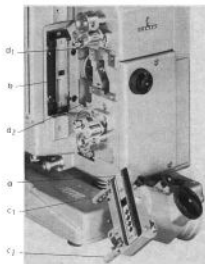

Bild 18
Gereinigt werden der am Objektivträger befestigte Teil a (Bild 18) des Filmkanals und das gegenüberliegende federnde Bildfenster b. Zur Reinigung dieser Teile wird der Objektivträger abgenommen. (Siehe Seite 19, Ausbau und Einbau des Objektivträgers.)
1. Führungsnasen c_1 und c_2 (Bild 18) in die Nuten d_1 und d_2 einführen und Objektivträger ohne Verkantungen mit beiden Händen zunächst fest an Projektor und dann nach links in Richtung Bildfenster drücken, bis Hebel d (Bild 16) hörbar einrastet.